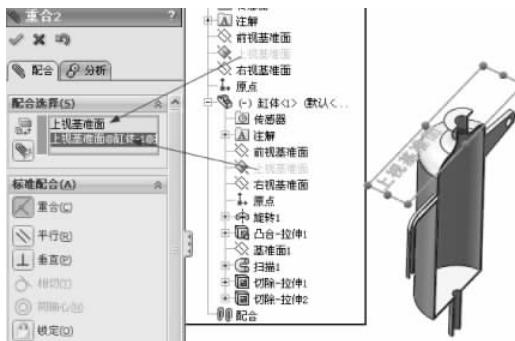

图 3-6 上视基准面重合配合
(5) 继续进行配合约束，在【标准配合】选项组下选择 【重合】配合类型，在【配合选择】选择框中选择如图 3-6 所示的装配体环境下的上视基准面和缸体零件的上视基准面，单击【确定】按钮 ，完成上视基准面重合的配合。